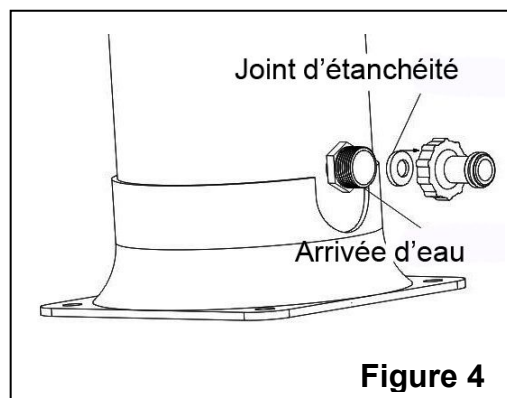

Figure 4
2. Ouvrez la poignée et enlevez le bouchon de vidange. Cela permettra à la douche de se vider. (environ 2 minutes). **VOIR LA FIGURE 4.**